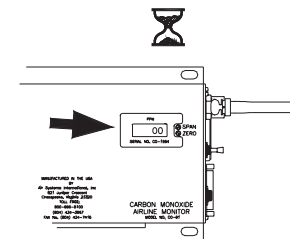

Figura 14
4. Deje transcurrir de 15 a 30 segundos para que la lectura digital se estabilice (figura 14).